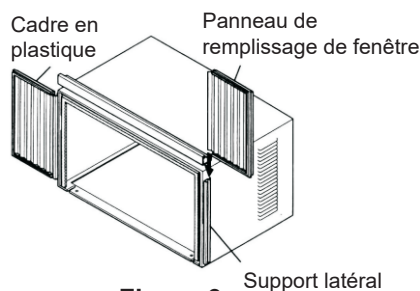
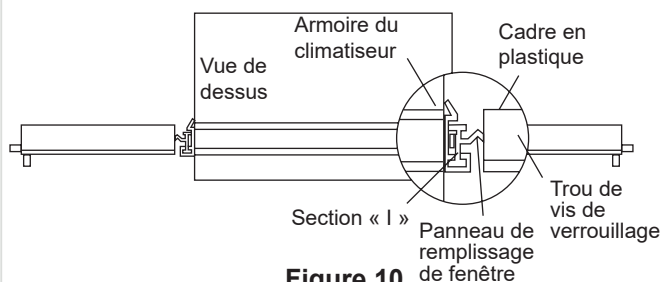

Figure 9
Figure 10
2. Glissez la section « I » du panneau de remplissage de la fenêtre dans le support latéral sur le côté de l'armoire (voir Figure 9 & Figure 10). Faire les deux côtés.